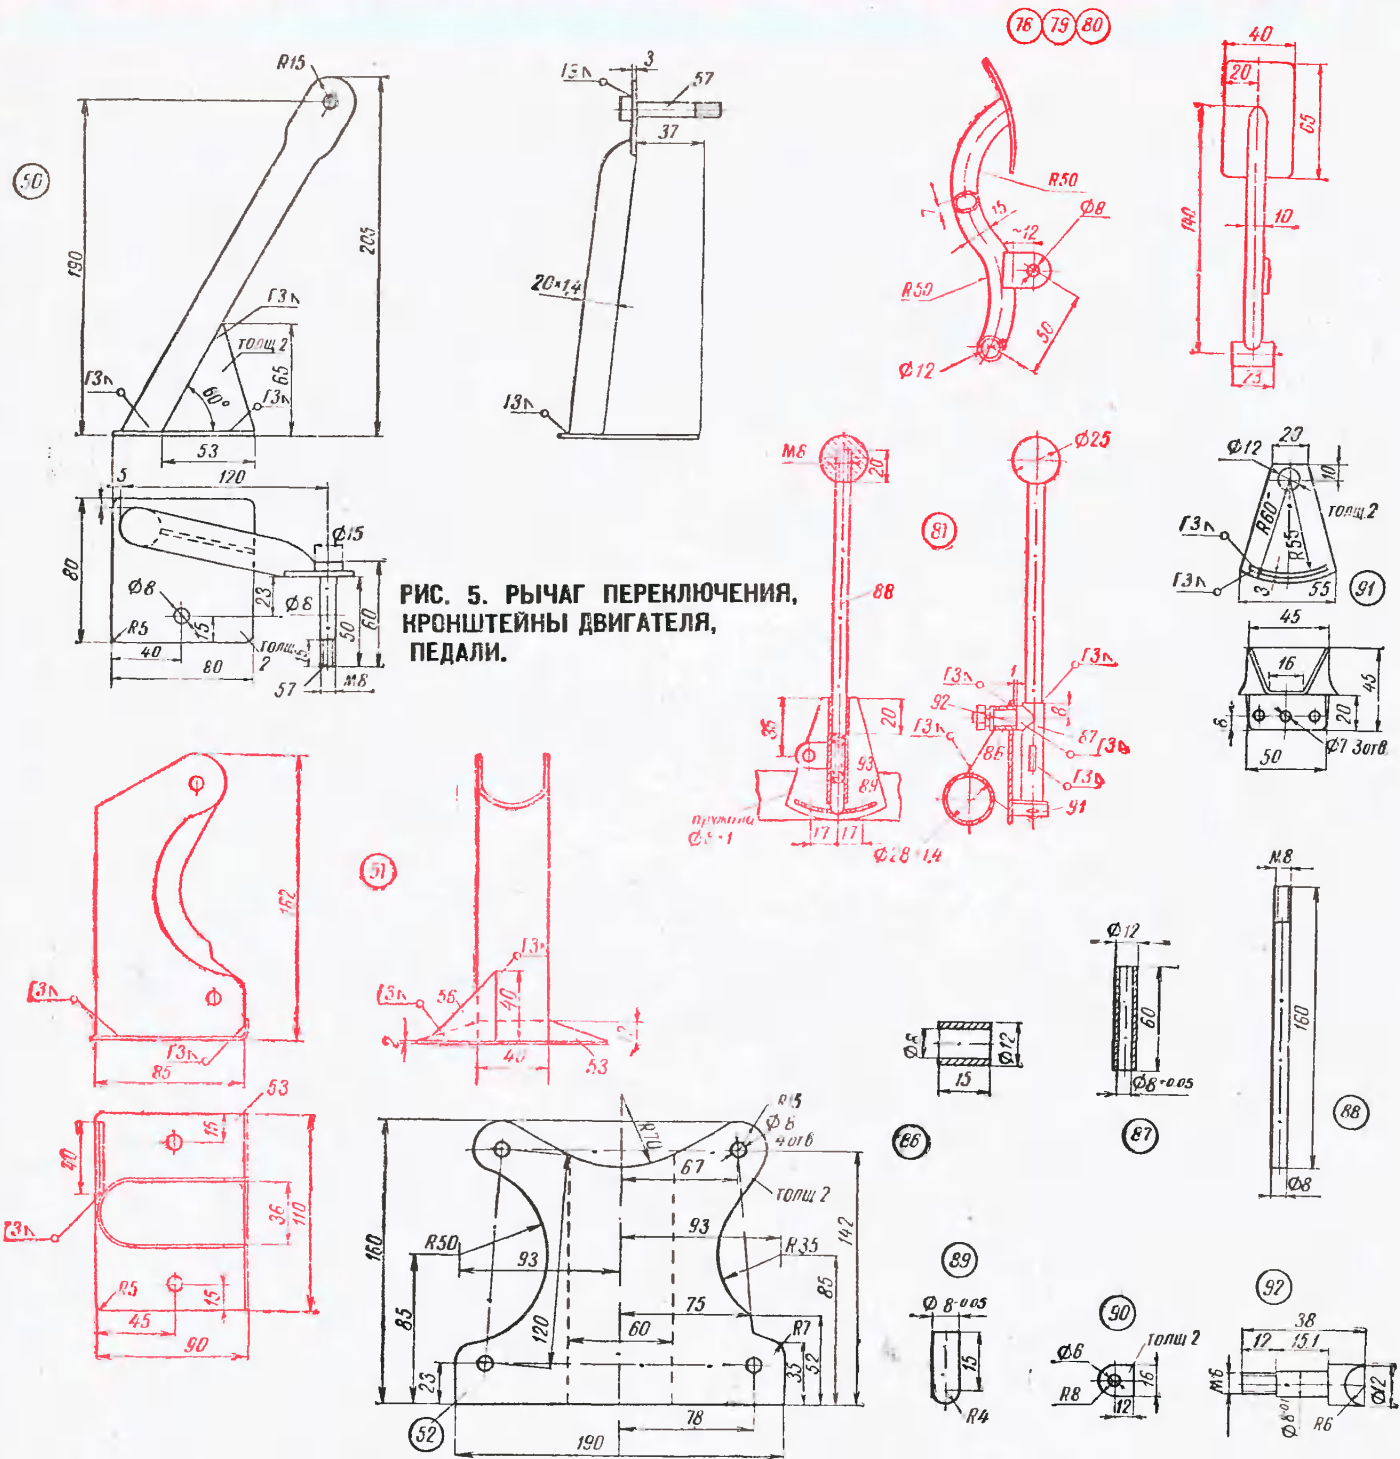

РИС. 5. РЫЧАГ ПЕРЕКЛЮЧЕНИЯ, КРОНШТЕЙНЫ ДВИГАТЕЛЯ, ПЕДАЛИ.
Кронштейн 51 изготовьте из листовой стали Ст. 3 толщиной 2 мм (см. развертку 52, рис. 5) и приварите к опорной пластине 53, в которой предварительно надо просверлить два отверстия  $\varnothing 8$  мм для крепления кронштейна к опорной площадке 54. Для упора винта 55 регулировки цепи к кронштейну приварите косынку 56 из листовой стали Ст. 3 толщиной 2 мм в виде прямоугольного треугольника.
**РЫЧАГ ПЕРЕКЛЮЧЕНИЯ ПЕРЕДАЧ** (рис. 5) состоит из втулки оси качания рычага 86, втулки рычага 87, стержня рычага 88, фиксатора оси рычага 89, ушка 90, фиксирующей скобы 91, оси качания рычага 92 и стандартной стальной пружины 93 длиной 30—35 мм, наружным диаметром 8 мм и диаметром проволоки 1 мм.
В отверстиях нижней части тяги с натянутым стальным тросиком 21 соединены два тормозных рычага 8, которые, свободно сидя на прочных болтах 26, пропущенных через отверстия в боковинах рамы (см. рис. 5). Болты завернуты гайками с контрагайками. Концы рычагов, соприкасающиеся с колесами, облейте резиной 24, чтобы увеличить трение о колеса при торможении.